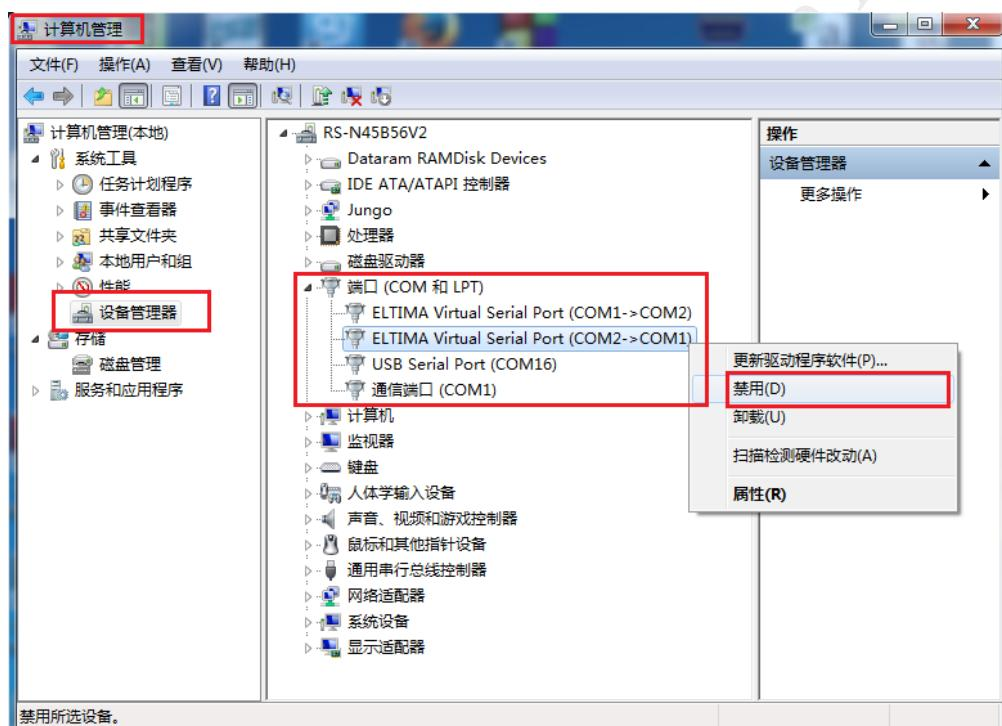

图 3-2 禁用无关 COM
b) 如图 3-2 所示，“计算机管理”->“设备管理器”->“端口”中禁用其他无关的 COM 端口。